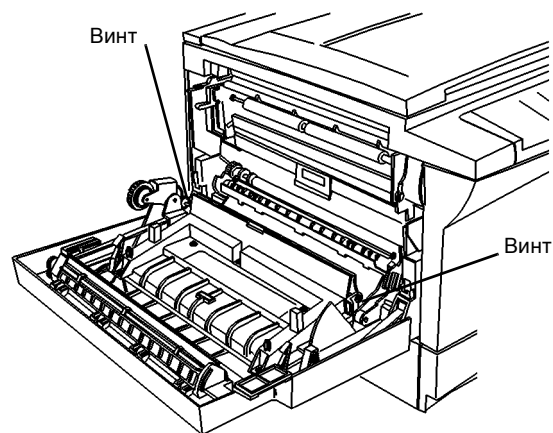

Рисунок 1 Отверните винты (2) с ограниченным доступом
1. Отверните винты (2), доступ к которым ограничен (Рисунок 1). Если винты вывернуть не удастся, снимите левую дверцу (REP 8.1) и затем отверните винты.